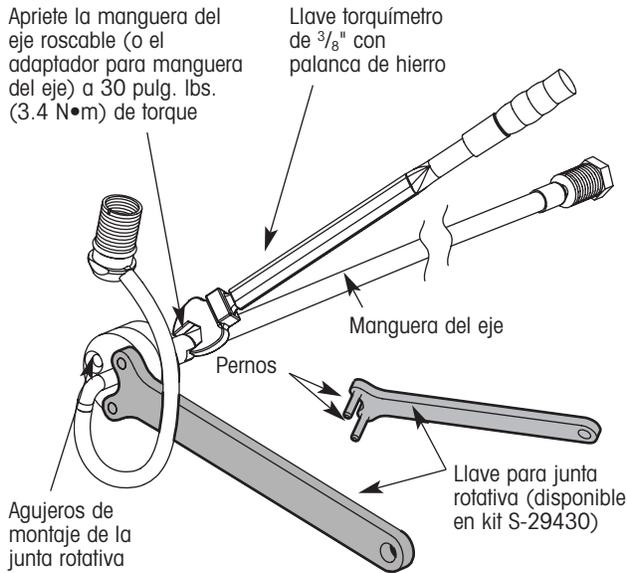

Figura 16. Uso de la llave para junta rotativa
4. Usando la llave para junta rotativa (figura 16), rosque la junta rotativa roscable dentro de la manguera del eje roscable (o en el adaptador) y apriete a 30 pulg. lbs. (3.4 N•m) de torque.